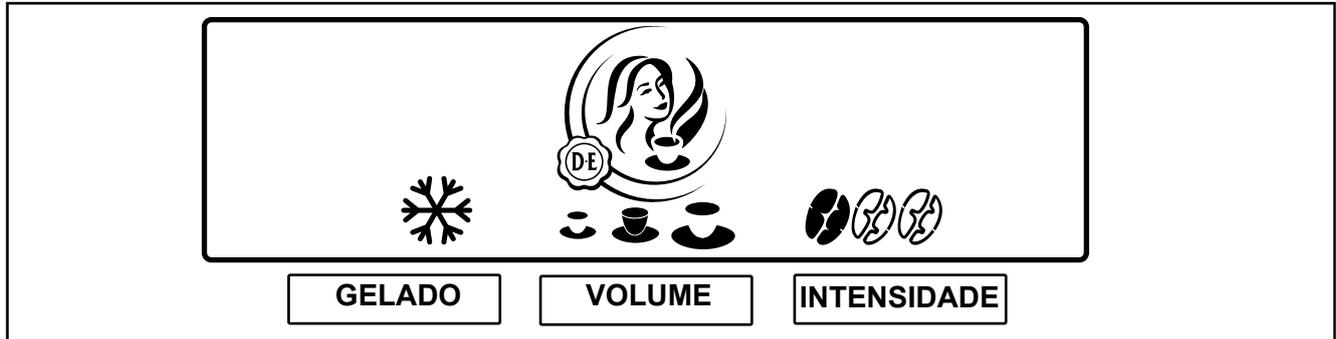

Fig. 15
A sua máquina dispõe de possibilidades de pré-selecção. Durante a instalação, o técnico de assistência técnica tem de eventualmente activar estas possibilidades de pré-selecção. Se seleccionar os botões de pré-selecção, o display exhibe as seguintes possibilidades de pré-selecção (Fig. 15):
2. Prima o botão de pré-selecção **“GELADO”** para activar esta pré-selecção. O símbolo para GELADO é exibido. (Fig. 15)
2. Prima o botão de pré-selecção **“VOLUME”** para activar esta pré-selecção. São exibidos três símbolos de chávenas (pequena - média - grande). (Fig. 15)